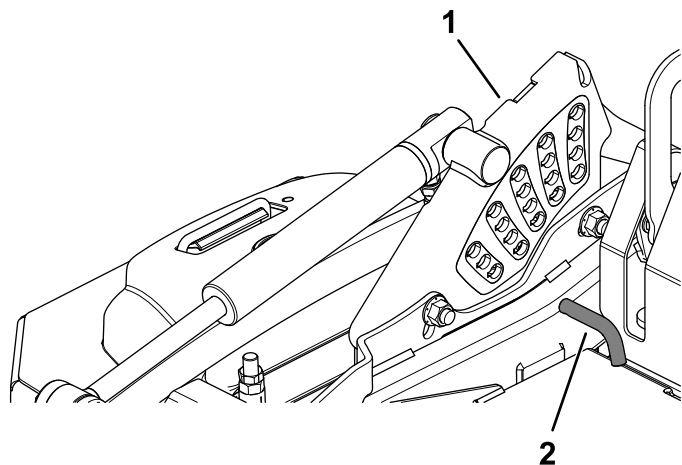

Рисунок 25
2. Поверните штифт регулировки высоты скашивания так, чтобы цилиндрический штифт внутри него совпал с прорезями в отверстиях кронштейна высоты скашивания, затем извлеките штифт (**Рисунок 25**).
3. Вставьте штифт регулировки высоты скашивания в отверстие, соответствующее нужной высоте скашивания (**Рисунок 25**).
См. информацию о значениях высоты скашивания на наклейке, расположенной на боковой стороне пластины подъема деки (**Рисунок 25**).